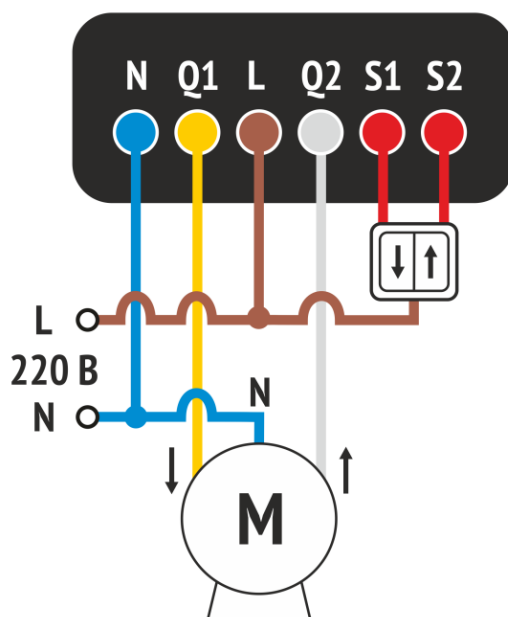

Рисунок 7.1 — Схема подключения модуля
2. Подключите (см. рисунок 7.1):
- нулевой провод к синему выводу (N) модуля и к электромотору, как описано в документации к электромотору,
- фазный провод к коричневому выводу (L) модуля и к контактам выключателей,
- модуль правильно подключен к мотору (см. рисунок 7.1),